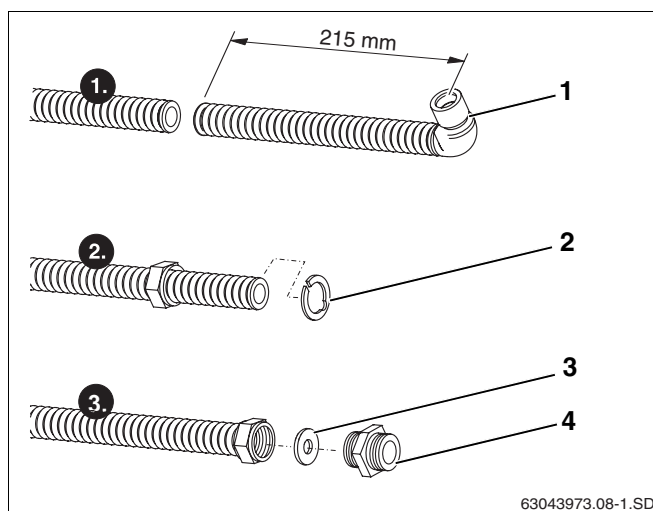

Fig. 39 Accorciamento del tubo di collegamento (rappresentazione senza isolamento)
- ▶ Tranciare il tubo di collegamento con un tagliatubi a 215 mm (fig. 39, **pos. 1**) dal centro dell'innesto angolare a baionetta.
- ▶ Disporre la rondella di serraggio (fig. 39, **pos. 2**) dietro la prima ondulazione e fissarla premendo. La rondella di fissaggio deve aderire in modo omogeneo allo spallamento del dado di raccordo.
- ▶ Inserire la rondella (fig. 39, **pos. 3**) nel dado di raccordo prima della superficie tagliata del tubo di collegamento.
- ▶ Avvitare a fondo il nipplo doppio (fig. 39, **pos. 4**) nel dado di raccordo, per realizzare sul tubo di collegamento una superficie di tenuta liscia.